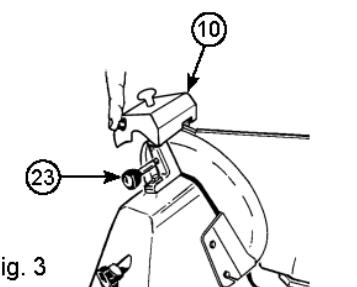

Fig. 3
3 secondi per rimuovere il residuo prodotto durante l'affilatura. Mettere la manopola graduata (6) in posizione "0". • Dopo l'affilatura, spostare il gruppo affilatoio (10) alla sua posizione originale, vedi fig. 3 e pulire il bordo della lama e le ruote con alcool. • Dopo diverse operazioni di affilatura, rimuovere eventuali residui dalla ruota adi ffilatura con l'alcol e una spazzola.